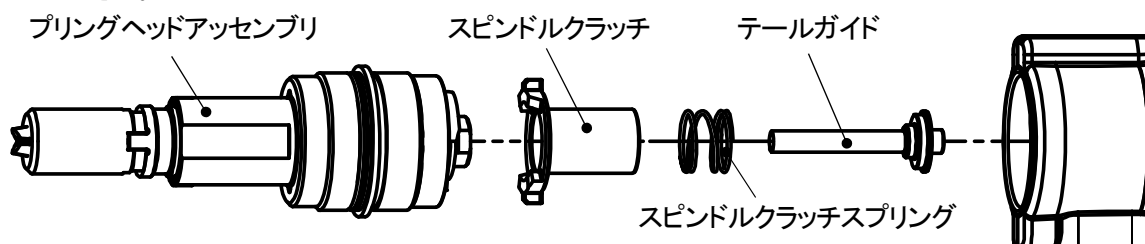

図 7-7
①7-1①②の要領で SA ノーズハウジングを取り外してください。
②24mm スパナ又はモンキレンチを使用してプリングヘッドアセンブリを右に回し(左ねじ)て緩め、プリングヘッドアセンブリをツール本体より取り外してください。このとき外れてくる部品を(図 7-7)示します。